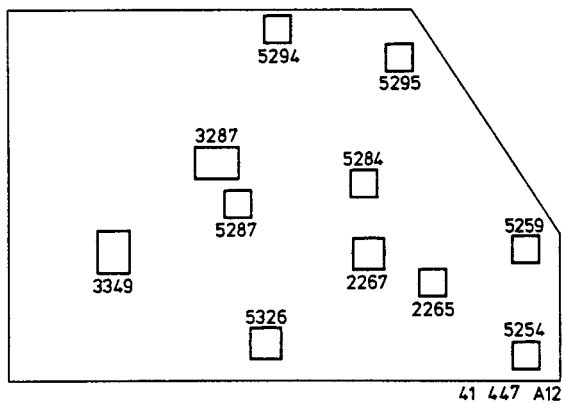

Bild 14
D. Einstellen des multistandard-decoders MSD (Bild 14)